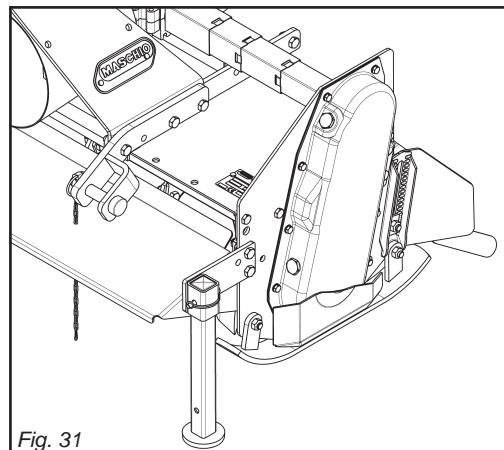

Fig. 31
- 1) Position the bearing stand as shown in the figure 31.
- 1) Positionner le pied d'appui comme indiqué dans la figure 31.
- 1) Den Stellfuß wie in der Abbildung 31 gezeigt anordnen.